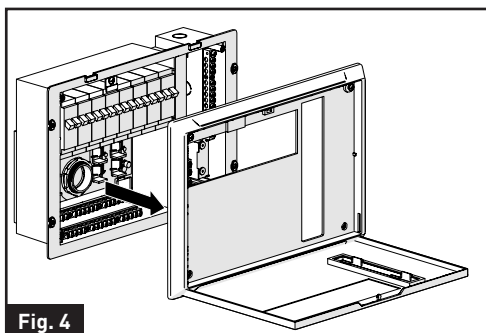

Fig. 4
5. Tire para quitar la carcasa de la unidad. (Fig. 4)